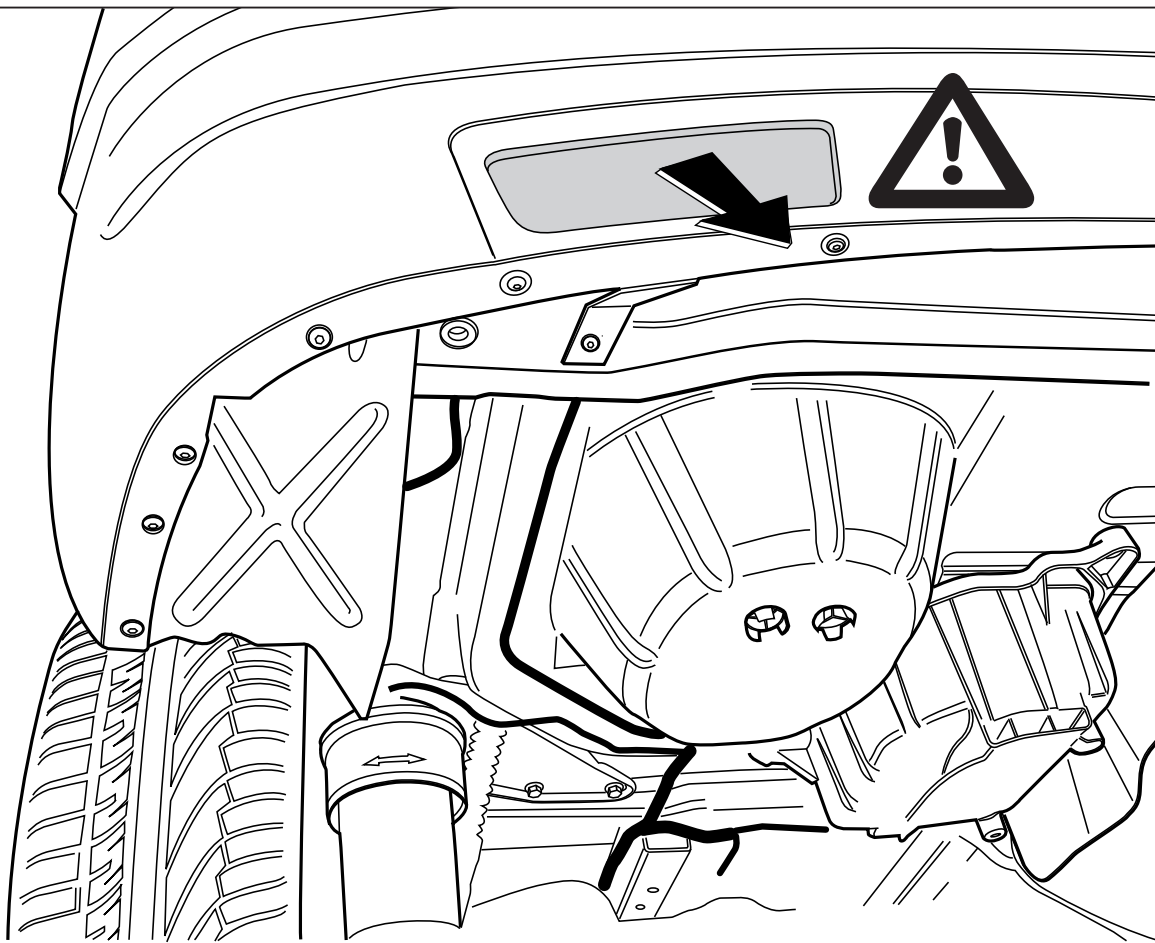

Fig.1
2. Частично снять противогрязевые щитки в надколесных дугах, чтобы облегчить доступ к рабочей зоне см. рис. 1.
1. Снять оба блока задних фар. см. рис. 1.
3. Частично снять противогрызевые щитки в надколесных дугах, чтобы облегчить доступ к рабочей зоне (Вместе с болтами Х) см. рис. 1.
10. Установить оба блока задних фар. см. рис. 1.